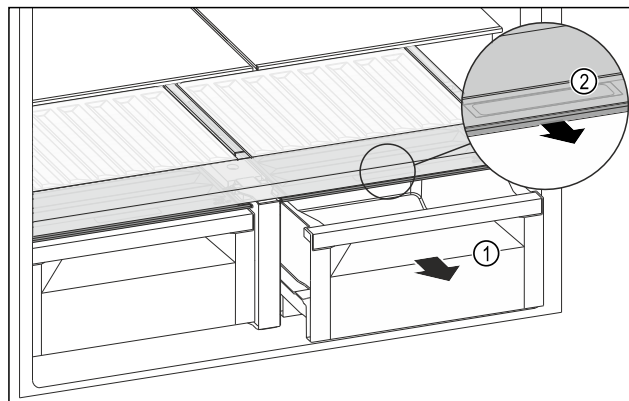

Fig. 126
- Vytiahnite zásuvku Fig. 126 (1).
- Uchopte priehlbinu na rukoväť Fig. 126 (2) na veko zásuvky a súčasne ťahajte veko zásuvky dopredu.